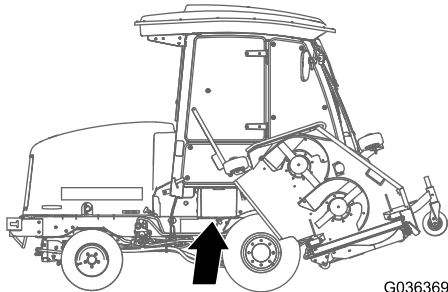

Figura 81
1. Abra la tapa de la batería, situada en el lado de la cubierta (Figura 81).
Nota: Presione hacia abajo sobre la superficie plana situada encima de la tapa de la batería para facilitar la apertura de la tapa (Figura 81).